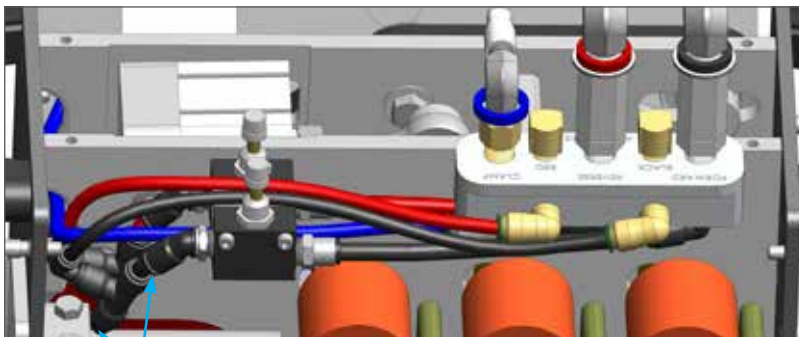

FIGURE 3
2. Raccordez les tubes noir et rouge avec les raccords en té provenant du distributeur aux raccords à gauche des commandes de débit. Raccordez l'autre extrémité des raccords en té à l'extrémité du tuyau coupé. Les tubes de l'ensemble distributeur devraient passer entre les boutons de commande de débit. **(FIGURE 3)**